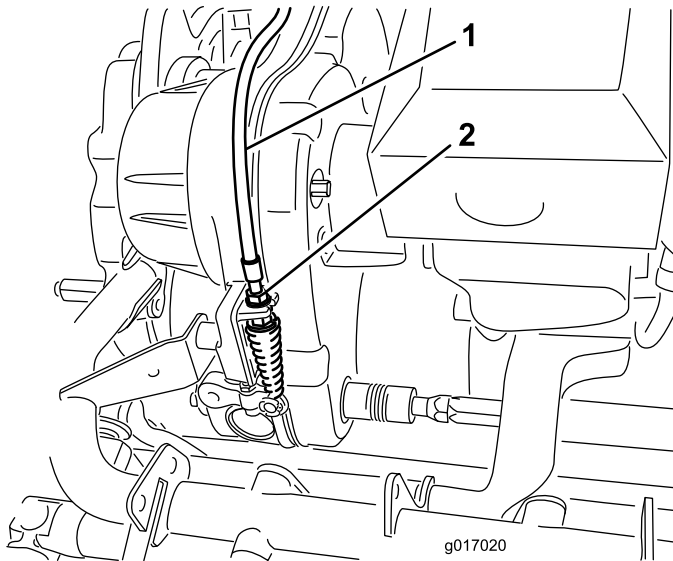

图51
2. 在变速箱隔板上，调整滚刀控制装置拉线(图51)，使弹簧长度达到 70.6~72.4mm。